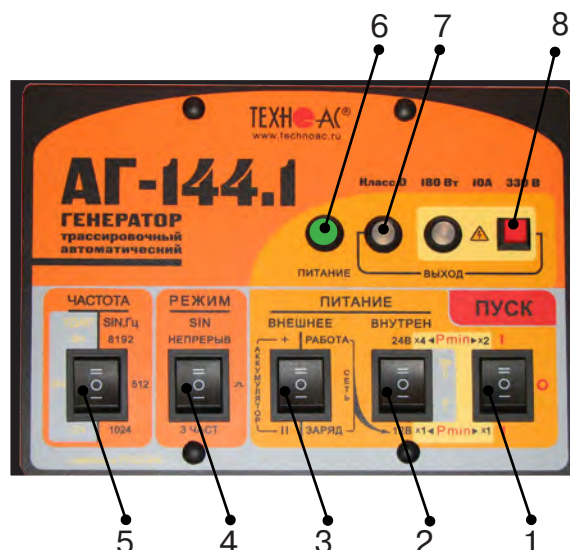

рис. 2.3
Включить питание клавишей включения питания поз. 1 **рис.2.3** в одно из положений «I», в зависимости от выбираемой мощности. При свечении индикатора «Питание» поз.6 желтым цветом следует зарядить внутренние аккумуляторы, свечение зеленым цветом - можно приступать к работе.
1) Открыть крышку. Выбрать переключателем «ЧАСТОТА» поз. 5 **рис.2.3** необходимую частоту синусоидальной генерации (512 / 1024 / 8192Гц).
2) Выбрать переключателем «РЕЖИМ SIN» поз. 4 **рис.2.3** необходимый вид синусоидальной генерации (непрерыв//3част).
Переключатель поз.3 **рис.2.3** установить в положение «работа».
Переключателем напряжения внутреннего питания поз.2. **рис.2.3** установить первый коэффициент выбора мощности генерации.
4) Включить питание клавишей включения питания поз. 1 **рис.2.3** в положение соответствующее второму коэффициенту выбора мощности
5) Начнется генерация и автосогласование с постепенным возрастанием напряжения на выходе. Здесь следует наблюдать за цветом индикатора «ВЫХОД» поз.7 **рис.2.3**. Если автосогласование закончилось зеленым свечением – заданная мощность достигнута.
Для запуска «неограниченного» режима следует включить питание (переключателем «ПУСК») при нажатой красной кнопке поз.8 **рис.2.3** и удерживать ее до засвечивания красного индикатора «⚠». Мигание этого индикатора обозначает потенциальную «опасность». Непрерывное свечение обозначает реальное наличие на выходе напряжения ≥ 40 В.
- 1) Выключить питание генератора клавишей включения питания поз.1 **рис.2.3**, установив ее в положение «0».